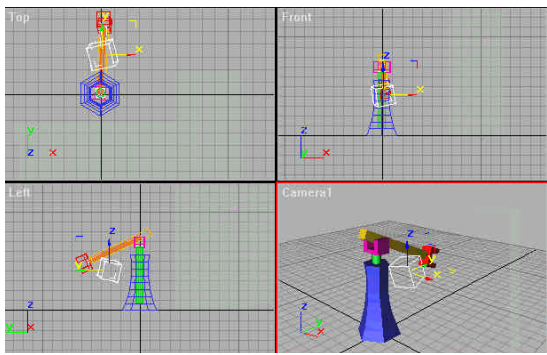

图11-32 60帧时视图虚拟体的位置
3) 拨动时间滑块到60帧, 通过“选择并移动”工具在视图中改变虚拟物体的位置, 如图11-32所示。